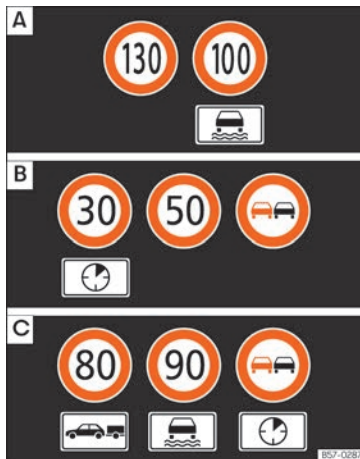

Abb. 78 Am Bildschirm des Kombi-Instruments: Beispiele für erkannte Geschwindigkeitsbeschränkungen oder Überholverbote mit den entsprechenden Zusatzzeichen.
Die vom System erkannten Verkehrszeichen werden am Bildschirm des Kombi-Instruments »» **Abb. 78** und je nach installiertem Navigationssystem auch im Infotainment-System »» Seite 96 angezeigt.
Bei eingeschalteter Verkehrszeichenerkennung erfasst das Fahrzeug die vor ihm befindlichen Verkehrszeichen über eine Kamera an der Basis des Innenspiegels. Nach Überprüfung und Auswertung der Informationen der Kamera, des Navigationssystems sowie der aktuellen Fahrzeugdaten werden bis zu drei aktuelle Verkehrszeichen **» Abb. 78 ** mit den entsprechenden Zusatzinformationen angezeigt.
- **Erste Stelle:** Das für den Fahrer gegenwärtig gültige Verkehrszeichen wird auf dem Display links angezeigt. Zum Beispiel die Geschwindigkeitsbegrenzung **130 km/h (100 mph)** **» Abb. 78 **.
- **Dritte Stelle:** An dritter Stelle steht ein Zeichen, das nur beschränkt gültig ist, zum Beispiel ein Überholverbot für einen bestimmten Zeitraum **» Abb. 78 **.